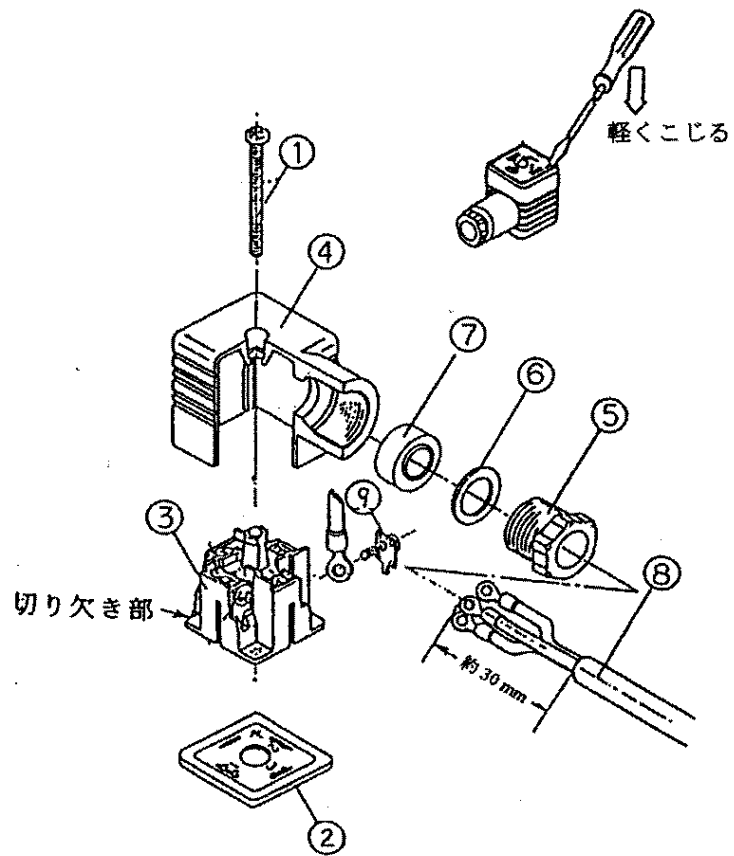

図8 DINコネクタの構成
- (a) ねじ①を緩めてからコネクタをねじ①の方向に引っ張り、コイル本体からコネクタを取外してください。
- (b) ねじ①を抜き取ります。ガスケット②は無くさないように保管してください。
- (c) 端子台③の底の切り欠き部の隙間に、小形マイナスイボを差し込み、軽くこじりながら、端子台③からケース④を外してください。(P16の図8参照)
- (d) ケーブルグラウンド⑤を外し座金⑥とパッキン⑦を取り出してください。